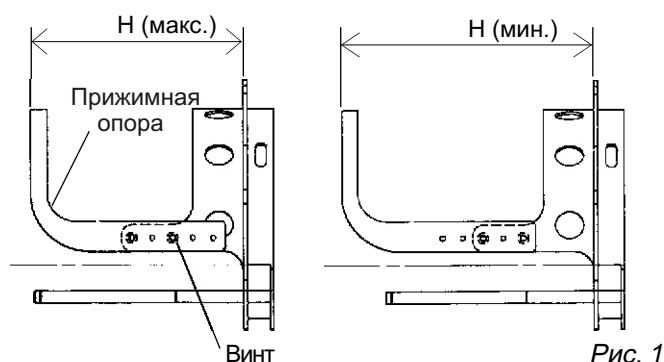

Рис. 1
1. Отрегулируйте положение прижимной стойки в соответствии с высотой головного убора (см. рис. 1). Отрегулируйте высоту, вынув внутренние винты слева и справа.